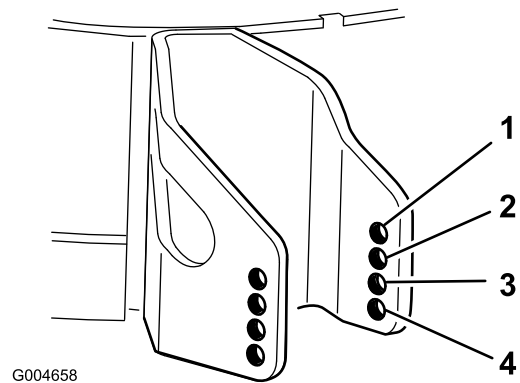

Figura 26
- Escolha a dimensão do orifício ideal para que o rolo anti-danos fique posicionado o mais próximo possível da altura-de-corte pretendida (Figura 26).